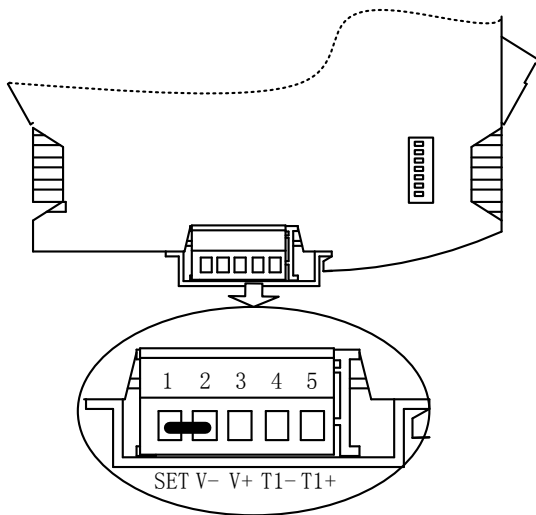

图 6-1-1 设置模式接线示意图
(1) **进入设置模式**: 将控制器设置端子 (SET) 连接至电源负极 (V-) 短路, 给控制器上电, 使控制器进入设置模式, 如图 6-1-1 所示。该模式下, 控制器内部的用户程序暂停运行。